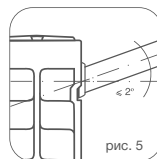

рис. 5
**!** **Во избежание аварии допустимое отклонение оси коллектора радиатора от подводящих труб не более  $2^\circ$  (рис. 5).**